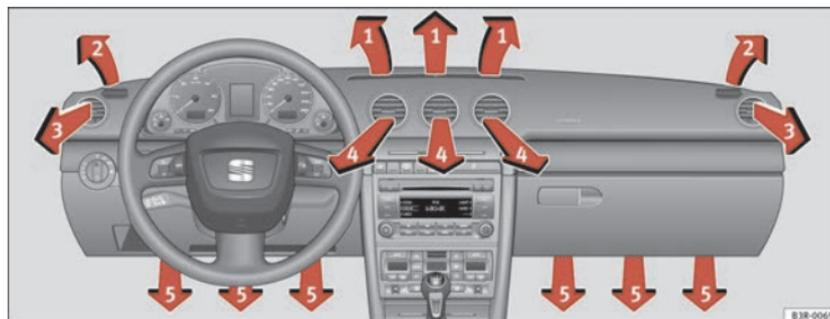

Fig. 132 Plancia portastrumenti: disposizione delle bocchette di ventilazione
Le bocchette (⇒ fig. 132 ③ e ④) si regolano nel seguente modo.
Le funzioni collegate ai tasti sono illustrate qui di seguito. I numeri si riferiscono alle bocchette di ventilazione ⇒ pag. 167, fig. 132.
Dopo aver spento il quadro strumenti, il motorino del ventilatore viene alimentato dal tettuccio solare. Ricordarsi di lasciare aperte le bocchette 3 e 4 ⇒ pag. 167, fig. 132 per ottenere una ventilazione ottimale.